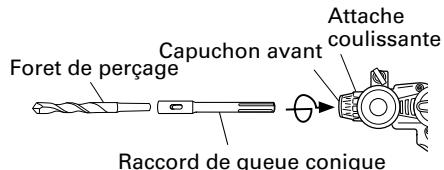

Fig. 16
(1) Monter le raccord de queue conique sur le marteau rotatif à percussion. (Fig. 16)
(2) Fixer la mèche (queue conique) sur le raccord de queue conique. (Fig. 16)
(3) Mettre l'interrupteur sur la position de marche (ON) et percer un trou de la profondeur voulue.